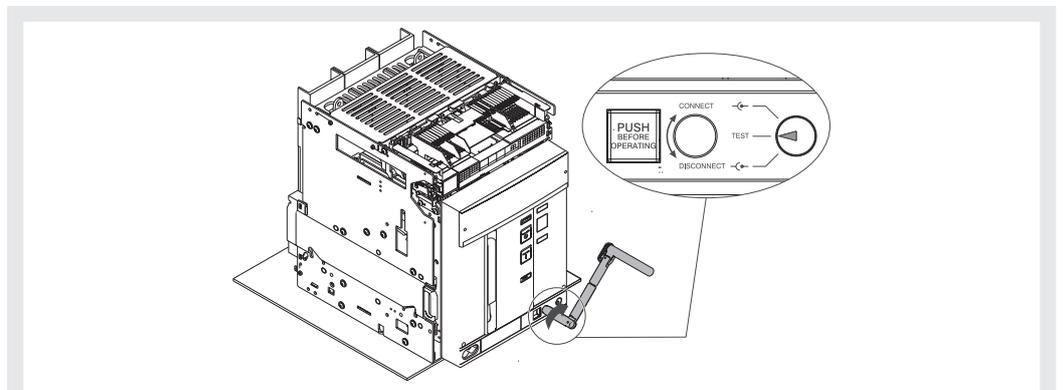

Figura 45
10. Girar la manivela en sentido horario hasta que salga el pulsador y el indicador señale que el interruptor está en posición **TEST**. Véase Figura 45.